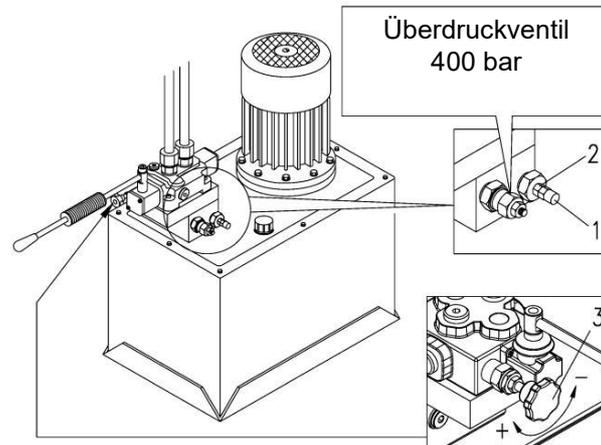

Abb. 10: Einstellen des Pressendrucks
- Um den Druck der Niederdruckstufe einzustellen, entfernen Sie die Abdeckkappe (Abbildung 11, Pos. 1) und lösen Sie die Mutter (Abbildung 10, Pos. 2). Das Regulieren erfolgt über die innere Schraube.
- Um den Hochdruck zu regulieren, betätigen Sie das Handrad (Abbildung 10, Pos. 3) auf dem Druckregelventil.